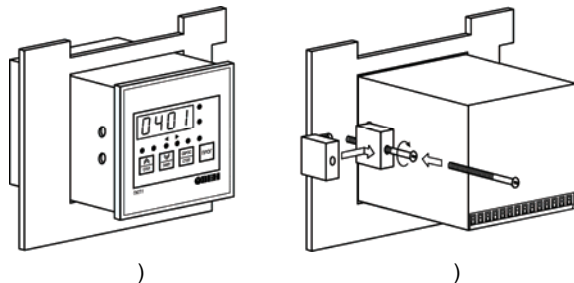

Рисунок 5.2 Монтаж прибора щитового исполнения
- (рис. 5.2, 1);
- (рис. 5.2, 2);
- (рис. 5.2, 3);
- (рис. 5.2, 4);